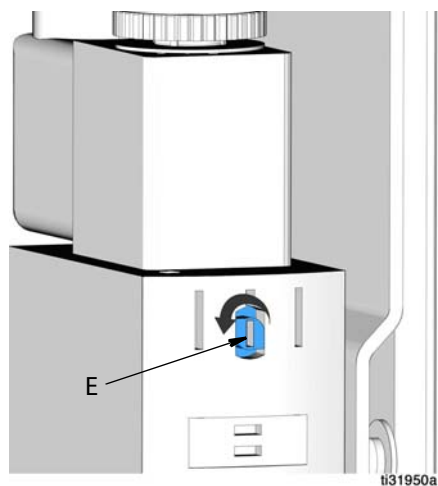

Рис. 15
1. Вставьте маленькую плоскую отвертку в гнездо винта синего переключателя ручного управления (E) (Рис. 15).
2. Поверните винт синего переключателя перехода на ручное управление (E) по часовой стрелке на 1/4 оборота.
3. Прежде чем возобновить нормальную работу регулятора с системой Pulse, необходимо перевести синий переключатель перехода на ручное управление (E) в нормальное рабочее положение. Для этого вставьте маленькую плоскую отвертку в отверстие с пазом и поверните синий переключатель перехода на ручное управление против часовой стрелки обратно в исходное положение (Рис. 15).
Винт синего переключателя перехода на ручное управление (E) в Рис. 15 установлен в положение нормальной работы.